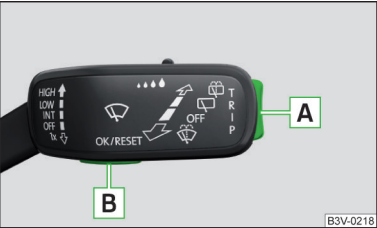
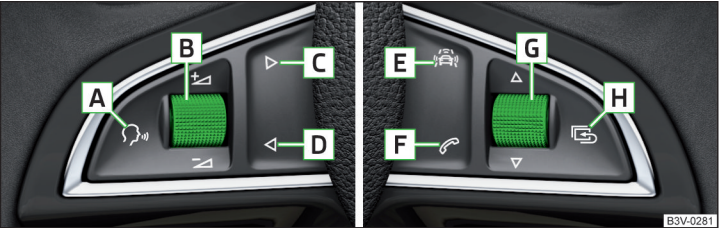

Fig. 32
Fig. 33 Teclas/Ruedas de ajuste: en el volante multifunción
► Presionar por más tiempo la tecla **A** en la palanca de mando » **fig. 32 de la pág. 49.**
► Presionar por más tiempo la rueda de ajuste **G** en el volante multifunción » **fig. 33 de la pág. 49.**
Los menús se pueden operar por medio de las teclas en la palanca de mando » **fig. 32 de la pág. 49** o en el volante multifunción » **fig. 33 de la pág. 49.** ►
A continuación, girando la rueda de ajuste **G** » **fig. 33 de la pág. 49** en el volante multifunción, se muestra el menú **Últimos destinos**.
- Girar la rueda de ajuste **[G]** » fig. 33 de la pág. 49.